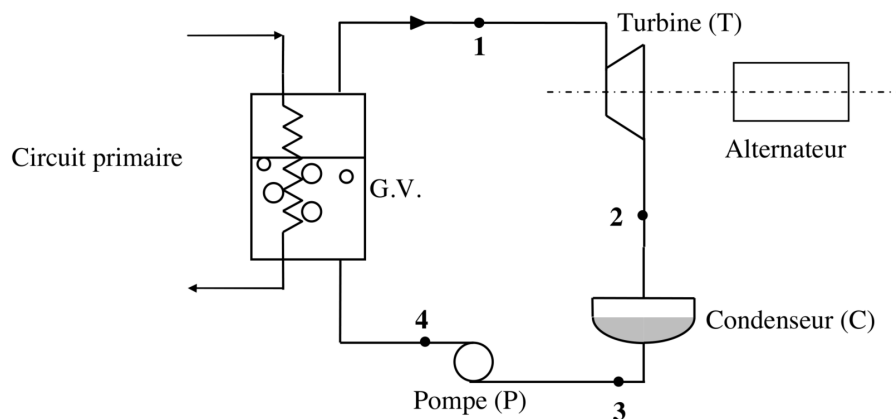

FIGURE 3 – Circuit secondaire simplifié
Le circuit secondaire représenté FIGURE 3 est constitué du générateur de vapeur (G.V.), d'une turbine (T) reliée à un alternateur, d'un condenseur (C) et d'une pompe d'alimentation secondaire (P).